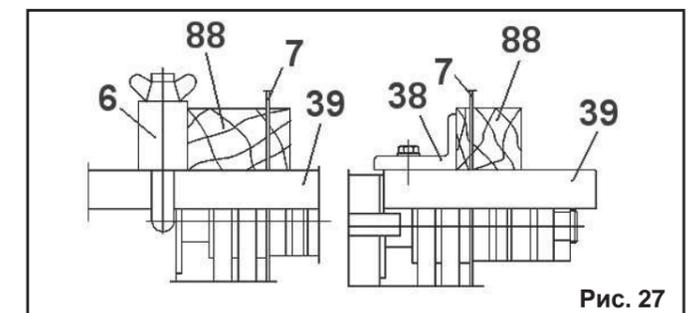

Рис. 27
ки (10) должны быть установлены, Рис.27.